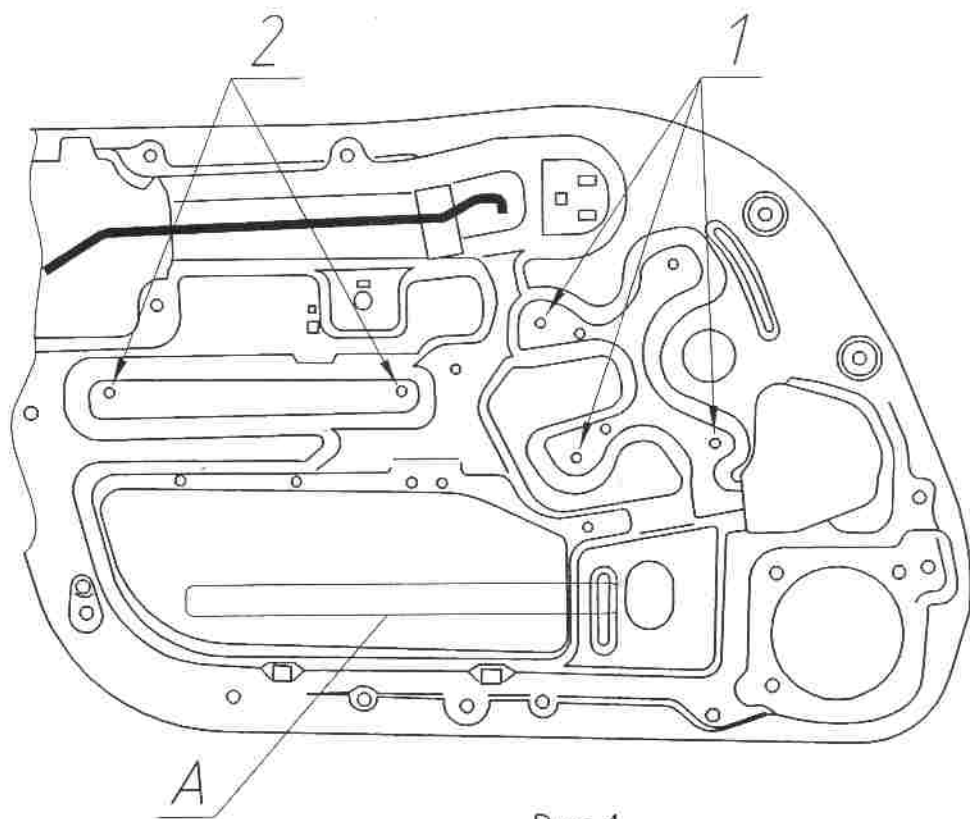

Рис. 1
4.8.2. Механизм ЭСП установить в дверь, в соответствии с рис. 1, закрепить гайками со стопорными шайбами из комплекта деталей места 1, 2.
4.8.3. Подключить мотор-редуктор ЭСП к кабелю питания, с помощью клавиш управления ЭСП перевести рычажную систему в нижнее положение так, чтобы отверстия 3 и 4 на подвижной направляющей 5 находились в зоне «А» рис.1